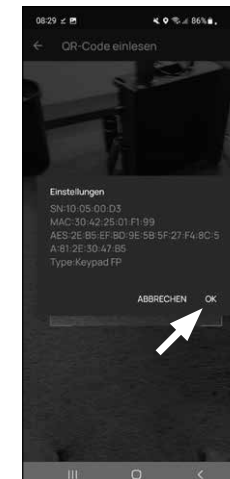

Abb. 9
- 12 Nachdem der QR-Code eingelesen wurde, erscheint eine Meldung mit Daten zu Ihrem Zylinder, bestätigen Sie diese rechts unten mit „OK“ (Abb. 9).